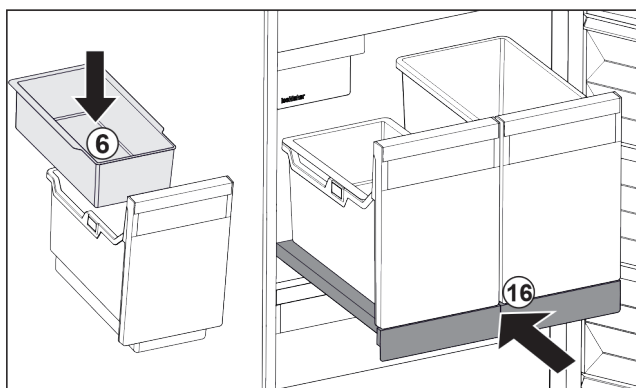

Fig. 106
- ▶ Sæt holderen i døren Fig. 106 (6) til isterninger i.
- ▶ Skub udtrækshylden med beholderne (IceTower) ind. Fig. 106 (16)